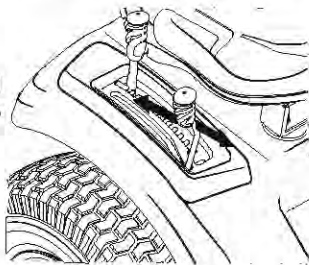

Figura 30
2. Empuje la palanca PTO (enganche de cuchillas) hacia adelante hasta la posición acoplada (ON). Consulte la Figura 30.